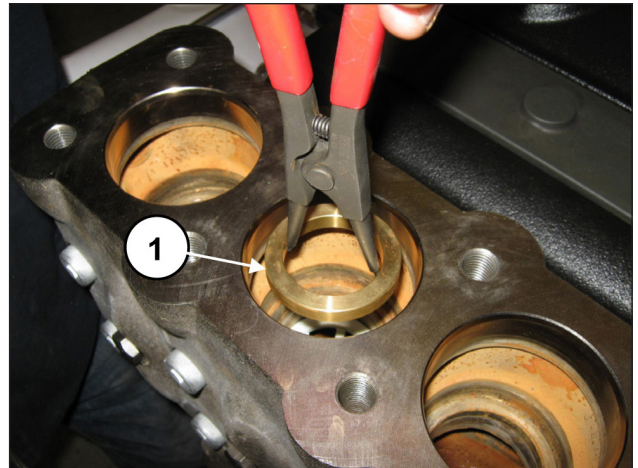

Fig. 99
Extraire l'entretoise du logement de la soupape (rep. ①, Fig. 99).